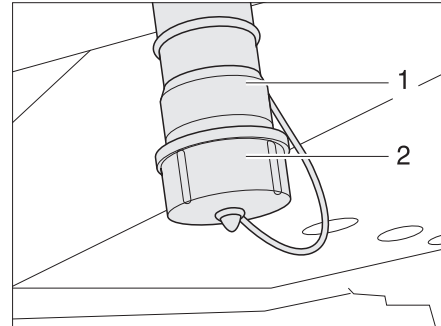

Fig. 243 Bec d'écoulement des eaux usées
Il est possible de raccorder une conduite au bec d'écoulement des eaux usées (Fig. 243,3).
- Dévisser et retirer le cache (Fig. 243,4) du bec d'écoulement des eaux usées (Fig. 243,3) en tournant d'un quart de tour dans le sens des aiguilles d'une montre.